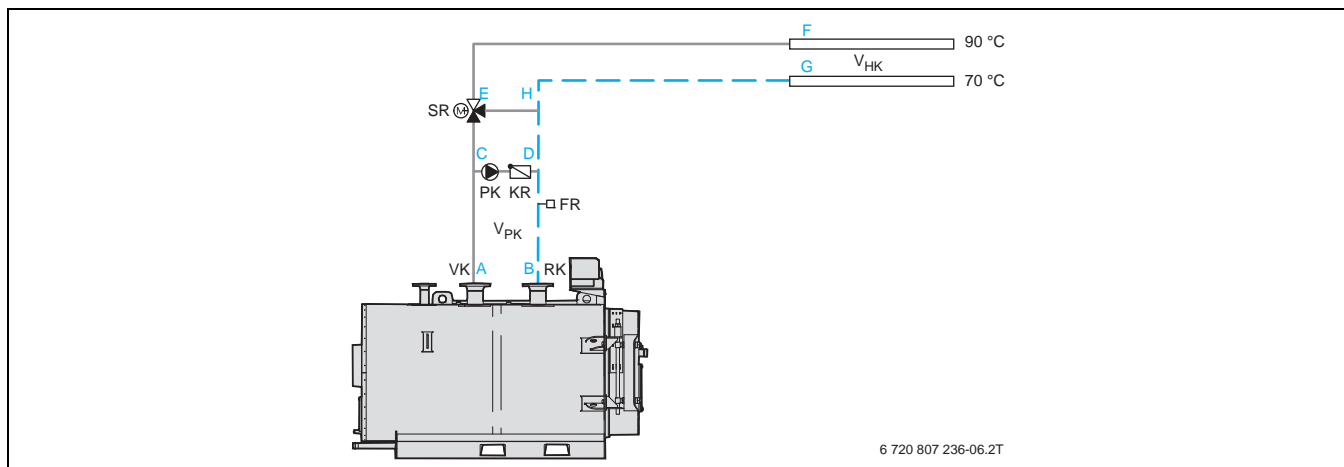

Рис. 26 Пример гидравлической обвязки системы с одним котлом Logano SK655 или SK755, в которой насос котлового контура установлен на байпасной линии
- местные сопротивления в котловом контуре (участок: A–C–D–B, → рис. 26)
- $V_{PK} = 34400$  л/ч (участок: С–D, → рис. 26)
- $V_{HK} = 51600$  л/ч (участки: С–F, D–G и E–H, → рис. 26)
- $V_{Kges} \sim 86000$  л/ч (участки: А–С и В–D, → рис. 26)